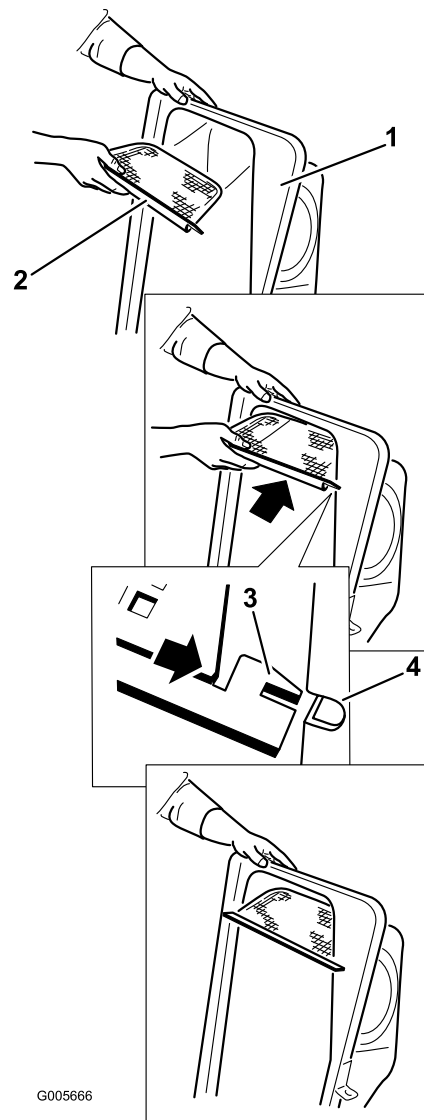

Figura 13
2. Montate la griglia come illustrato nella Figura 13 e verificate che sia inclinata verso i cestini di raccolta.